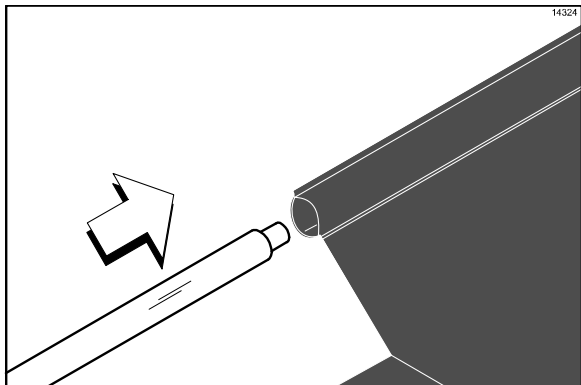

Рисунок 8
1. Проденьте держатель для антиадгезионного материала сквозь петлевое отверстие на антиадгезионном листе. (См. рис. 8)